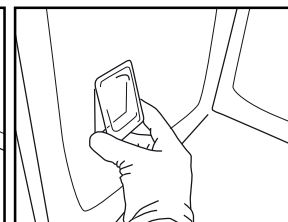

Рис. 9
5. Установите на место крышку лампы, надавив на нее пальцем. Крышка фиксируется со щелчком (Рис. 9).